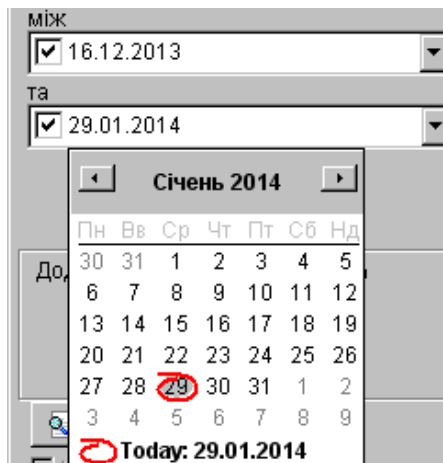

Рис. 5.1-2. Використання календаря
**Дата** — реквізит, значення якого представлено в форматі дати (наприклад, Дата надання чинності, Дата скасування та ін.). Такі поля замість довідника пов'язані з календарем. Під час пошуку за ними дату можна вводити вручну (в заданому форматі), або вибирати з календаря, для чого треба натиснути кнопку виклику календаря (стрілочка вниз, див. рис. 5.1-2) і вибрати потрібну дату.